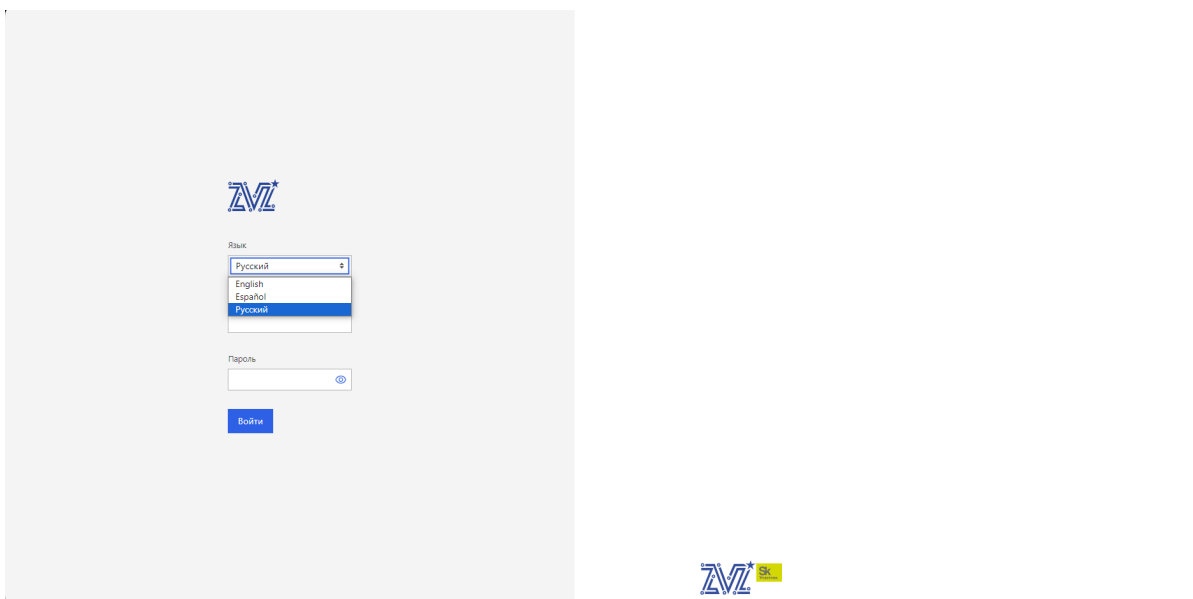

Рис. 75. Окно «Журнал событий»
- 1) Подключитесь в VMC-консоль оборудования (Журнал событий Altair Z). Во вкладке «Язык» выберите «Русский». Окно показано на рис. 75 Окно «Журнал событий»